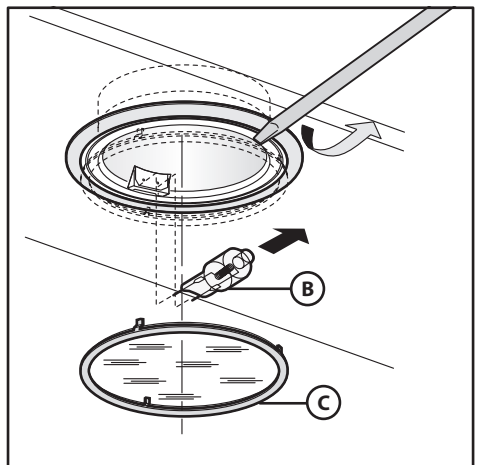

Fig.7
• **Sostituzione delle lampade alogene (Fig.7):**